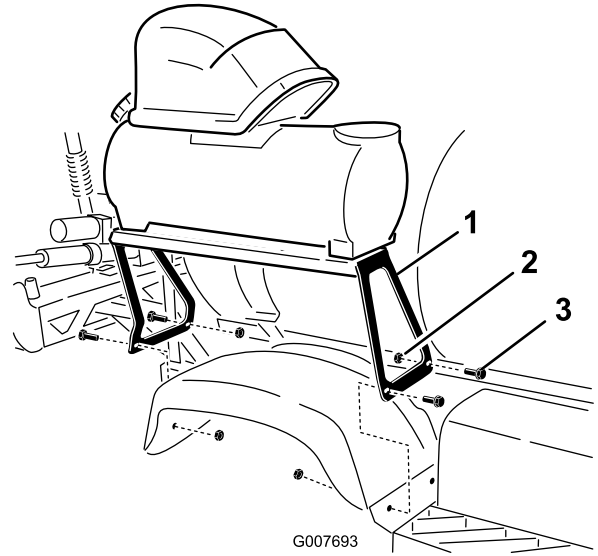

图5
- 如图5 所示使用 4 个车架螺栓 (5/16 x 1-1/4 英寸) 和 4 个锁紧螺母 (5/16 英寸) 将支架安装在右后挡泥板的孔中。